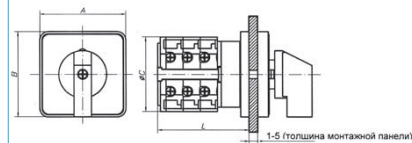

Рисунок 1 : Габаритные размеры серии LW32
5.1 Габаритные размеры см. рисунок 1 и таблицу 2